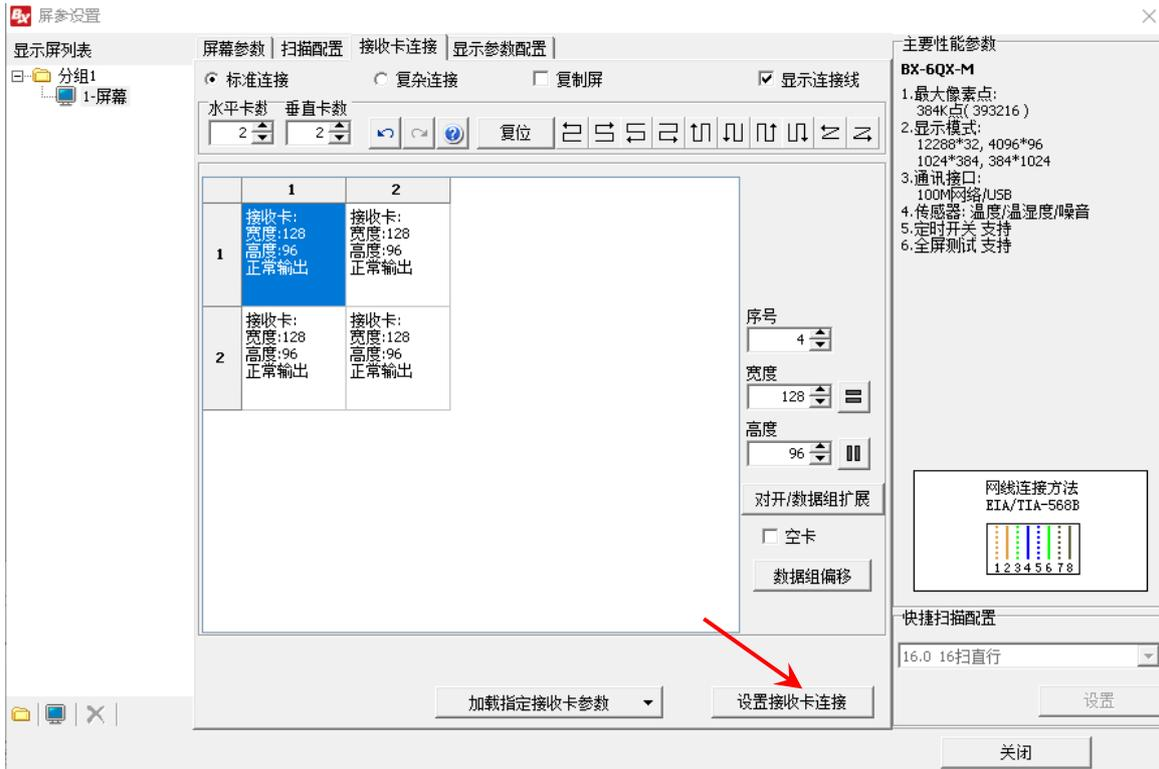

图 11
5. 最后在接收卡连接界面，点击“设置接收卡连接”按钮，即可完成接收卡的连接配置，如下图 11 所示：